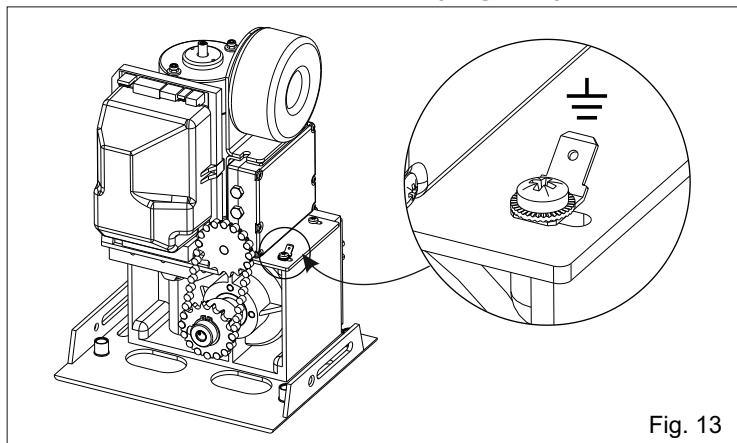

Fig. 13
7. CONEXIÓN DE TIERRA (Fig. 13)